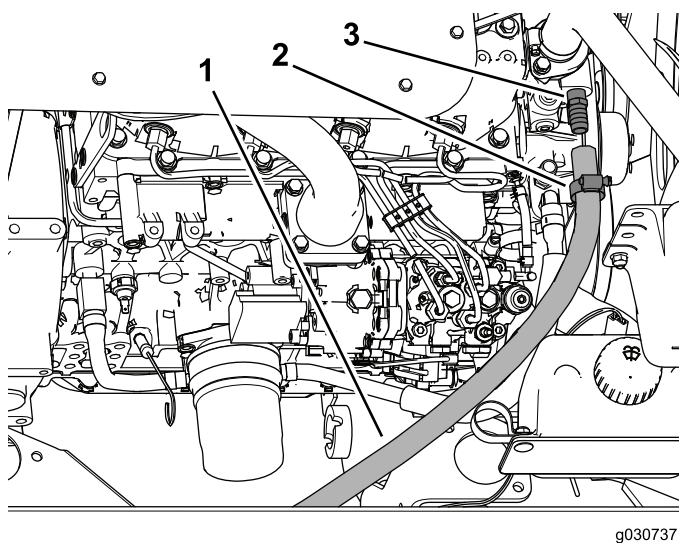

Рисунок 37
5. Наденьте шланговый хомут на подающий шланг, затем наденьте шланг на штуцер (3/8 NPT x 0,625 [ступенчатая поверхность]), как показано на Рисунок 37.